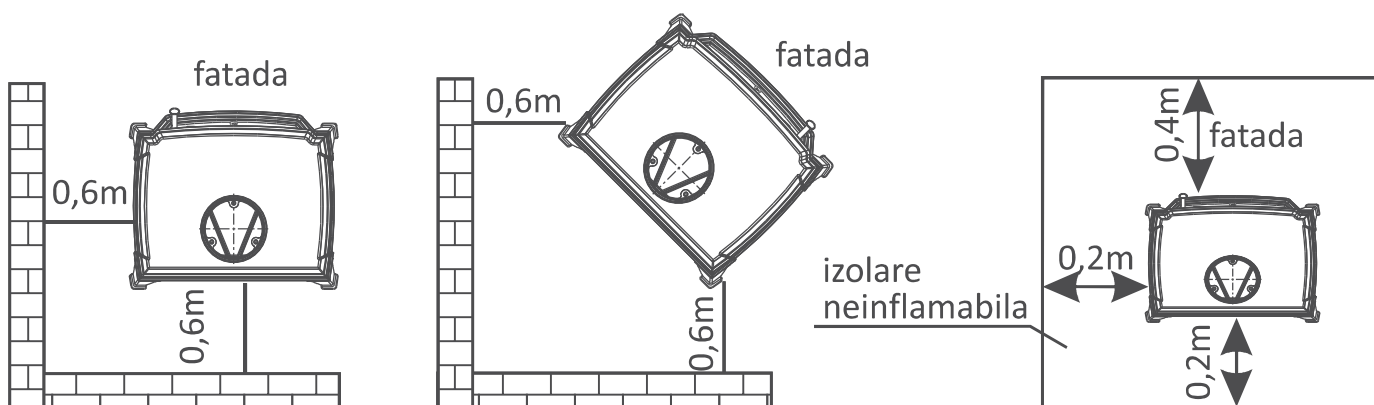

Fig.2. Distanța minimă de siguranță.
- soba trebuie să fie așezată pe suprafața neinflamabilă care să se fiela distanța de min. 0,4 m de la soba și de minimum 0,2 m măsurând din părțile laterale și din spatele sobei (a se vedea fig. 2)